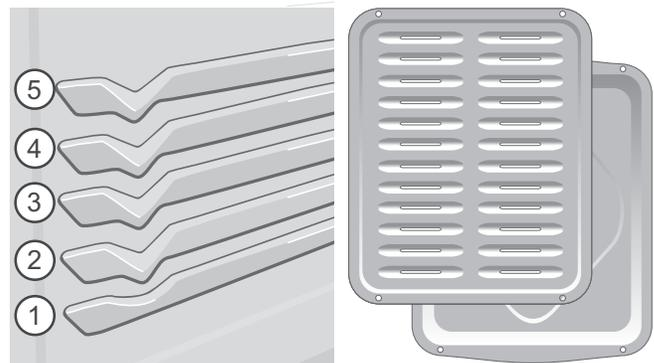

Figura 27: Posiciones de la parrilla de asar (izq.) y de la asadera con inserto (der.)
2. Coloque los utensilios en el horno en la posición de parrilla preferida (Vea la figura 27).